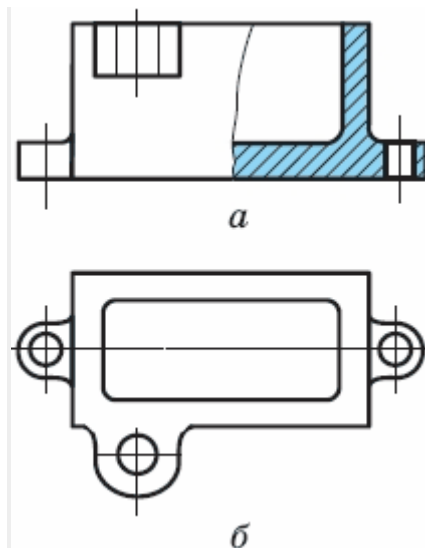

Рис. 10
4. Соединение части вида и части разреза. Для выявления одновременно внутренней и наружной форм детали допускается соединять на одном изображении часть вида и часть соответствующего разреза (рис. 10, а). Эти изображения разделяют сплошной волнистой линией, которую проводят от руки, или сплошной тонкой линией с изломом.
Чем же вызвана необходимость применения именно таких изображений? Рассмотрите рисунок 10, б. Если на чертеже выполнить полный фронтальный разрез, то по одному виду сверху нельзя будет судить о форме и высоте верхнего ушка. На фронтальном разрезе оно не будет показано.